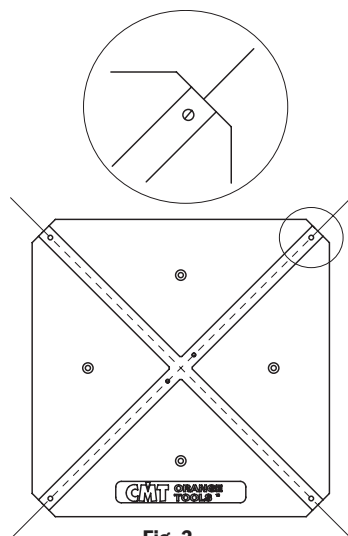
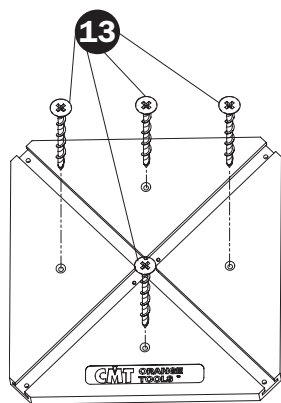

Fig. 3
Fig. 4
(Fig.4) Fissare la struttura in plastica (1) al pezzo tramite le viti da legno (13) o con del nastro biadesivo, in maniera tale che le scanalature della struttura in plastica (1) coincidano perfettamente con gli assi precedentemente individuati (Fig.3).
(Fig.4) Fissare la struttura in plastica (1) al pezzo tramite le viti da legno (13) o con del nastro biadesivo, in maniera tale che le scanalature della struttura in plastica (1) coincidano perfettamente con gli assi precedentemente individuati **(Fig.3)**.